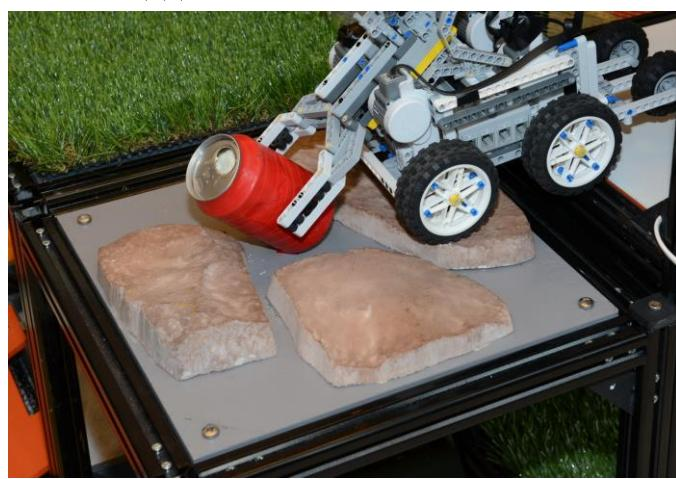

Рисунок 3 - «Площадка с камнями»
- 1.5.2. **Камни** – площадка, представляющая собой лист фанеры с прикрепленными к нему камнями, с острыми углами и сильными перепадами по высоте (рисунок 3). Средняя высота каменного слоя – 35 мм. Габариты площадки 360x360x35.